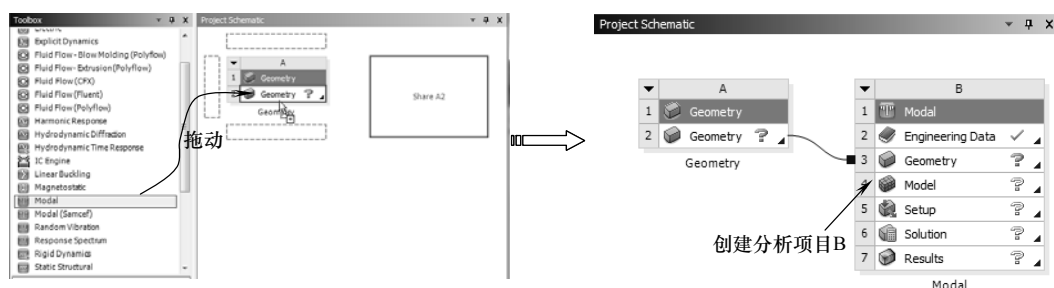

图 6-43 创建分析项目 B
4) 在【Toolbox (工具箱)】中【Analysis Systems】下的【Modal】选项上按住鼠标左键,拖动到【Project Schematic (项目管理区)】分析项目 A 中的 A2 上,当 A2 呈红色高亮显示时,释放鼠标创建分析项目 B,如图 6-43 所示。